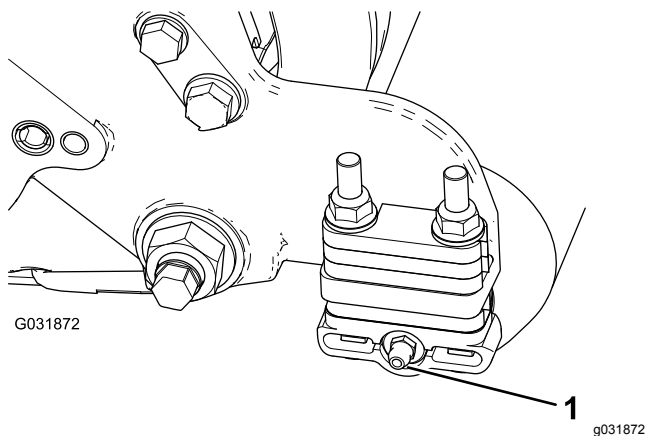

Рисунок 7
1. Снимите масленку катка с боковой стороны режущего блока, у которого установлен корпус щетки катка (Рисунок 7).